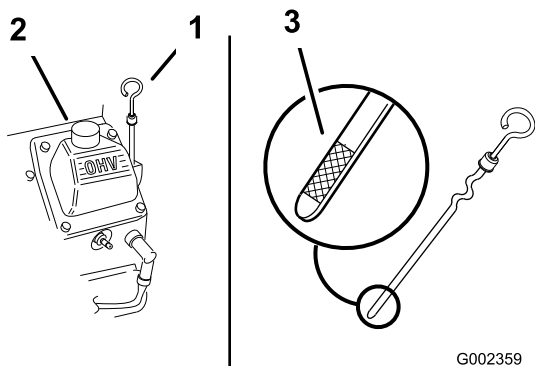

Рисунок 20
3. Очистите поверхность вокруг масломерного щупа (Рисунок 20), чтобы загрязнения не могли попасть в заливное отверстие и привести к повреждению двигателя.
4. Выверните масломерный щуп и начисто протрите его конец (Рисунок 20).
5. Вставьте масломерный щуп в заливную горловину до упора, но не заворачивайте в нее (Рисунок 20).
6. Медленно залейте примерно 80% указанного количества масла в заливную горловину (Рисунок 20).